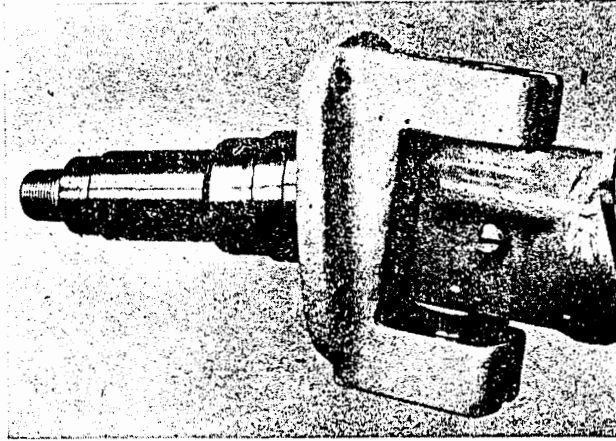

Bild V 6. Achsschenkelbolzensicherung durch Keilbolzen
9. Aufgespreiztes Ende des Keilbolzens, der zur Sicherung des Achsschenkelbolzens dient, zusammendrücken und Keilbolzen herausschlagen (Bild V 6).